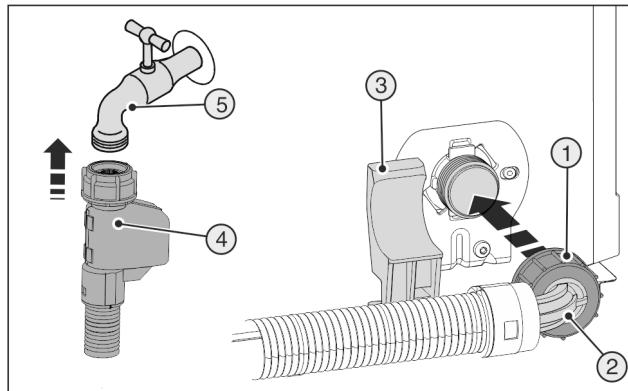

Fig. 22
- Priklučite ravan završetak crijeva Fig. 22 (4) na zaporni ventil Fig. 22 (5).